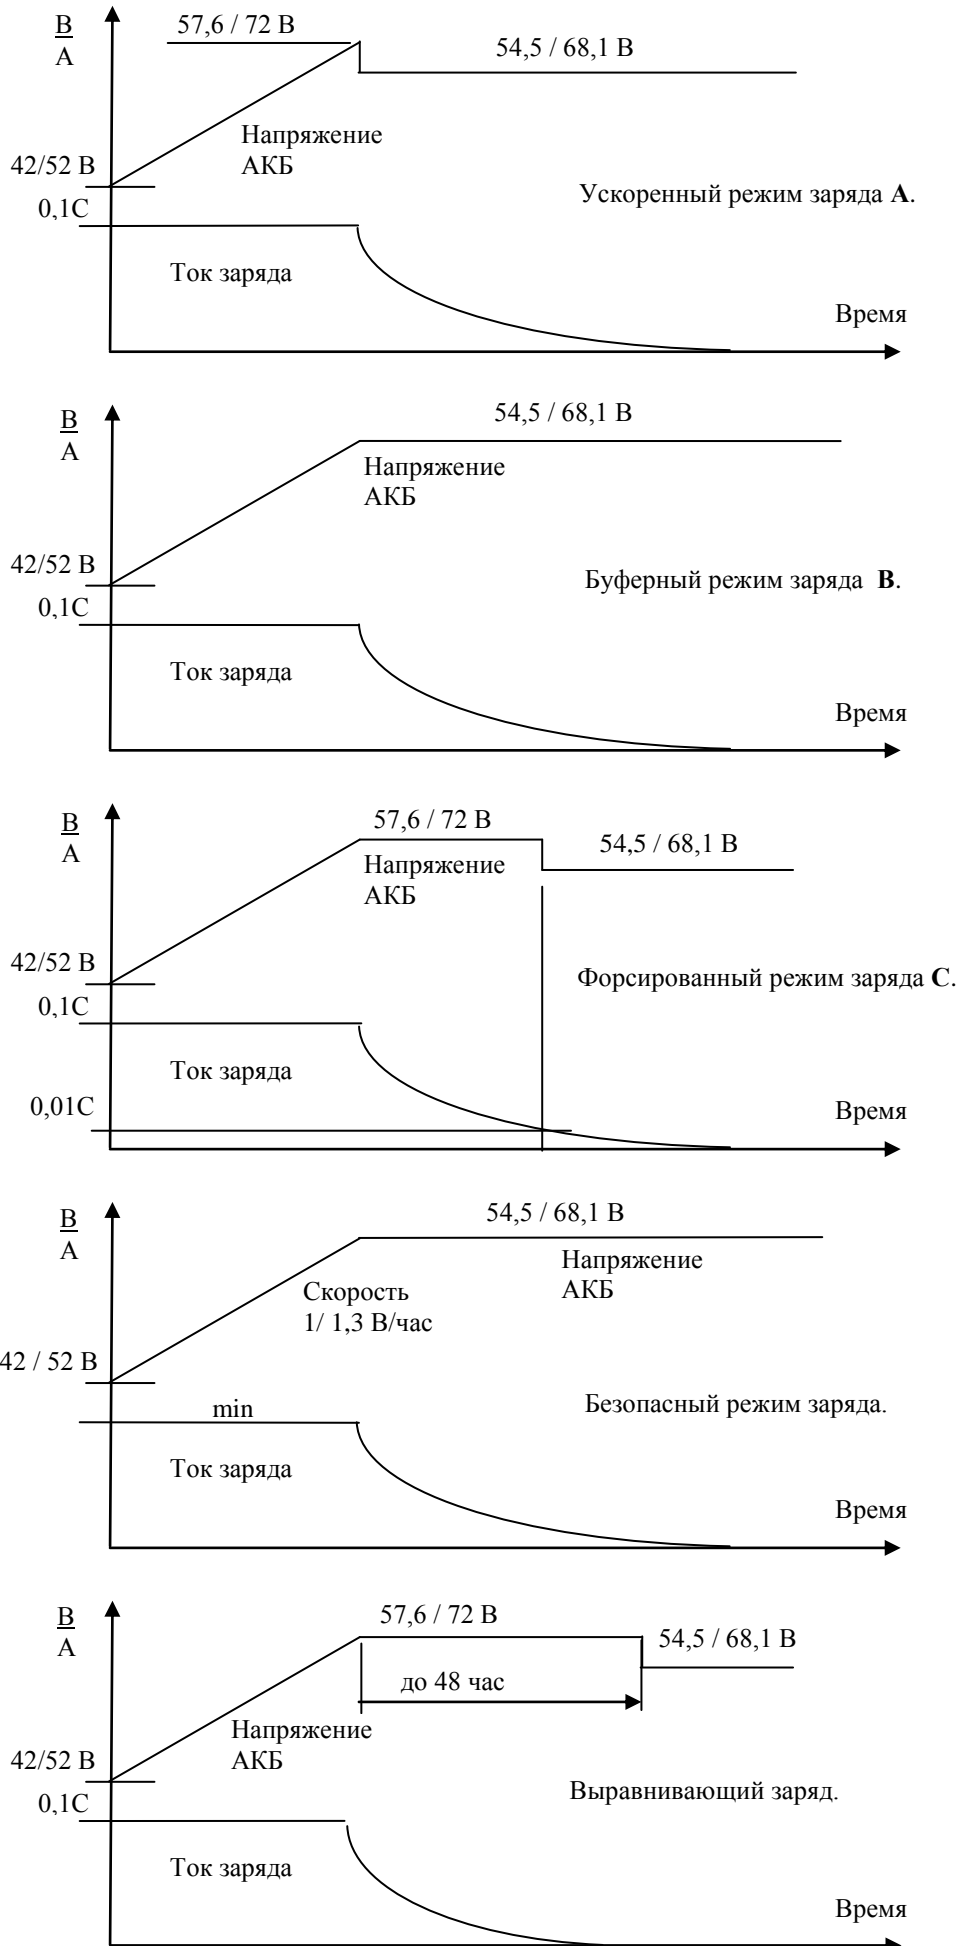

Рис. 4. Режимы заряда АКБ.
1. При установленном модуле RC–01 контактор LVBD включен управляющим сигналом модуля. По включению сетевого питания выпрямители устанавливают выходное напряжение, равное напряжению АБ. Включается один из следующих режимов заряда (рис. 4):